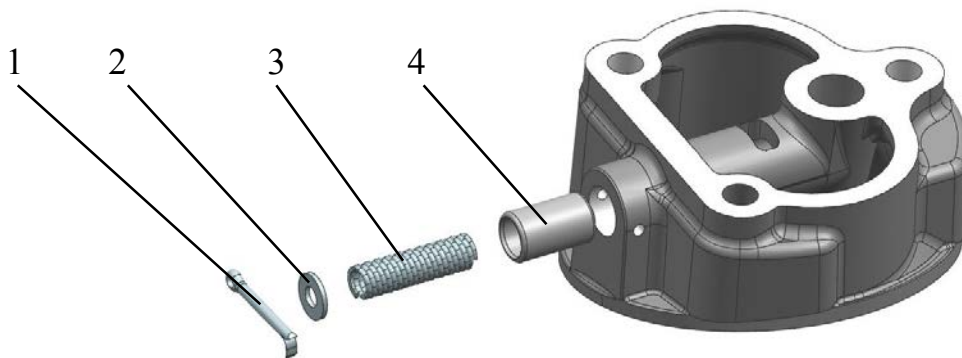

Рис.103. Разборка приёмного патрубка масляного насоса:
– вынуть шайбу, пружину и плунжер редукционного клапана из приемного патрубка, предварительно сняв шплинт (рис.103);